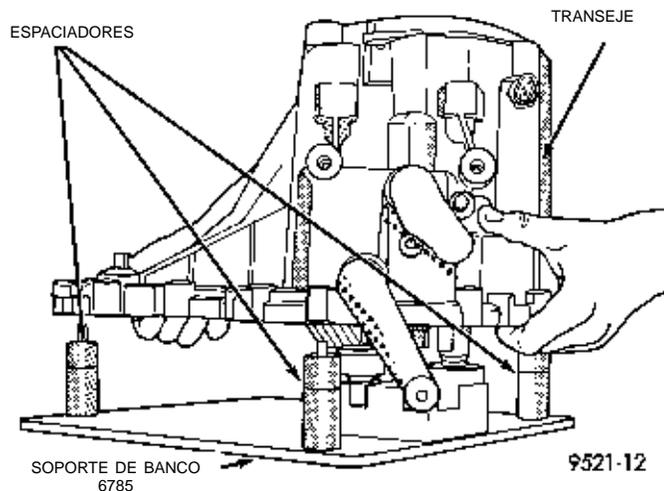

Fig. 44 Soporte de banco
(13) Mediante el soporte de banco y los espaciadores provistos (herramientas Miller N° 6785, 6785-1 y 6785-2), invierta la posición del transeje. Instale el mismo en el soporte de banco (Fig. 44). Verifique que los espaciadores estén en su posición en el soporte de banco. Instale el transeje en la prensa de taller.